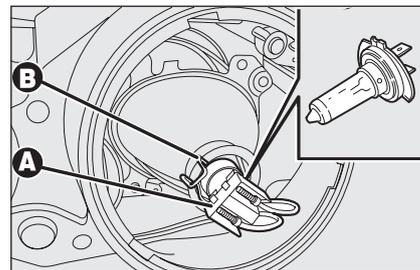

fig. 26
- scollegare il connettore elettrico **A-fig. 26**;